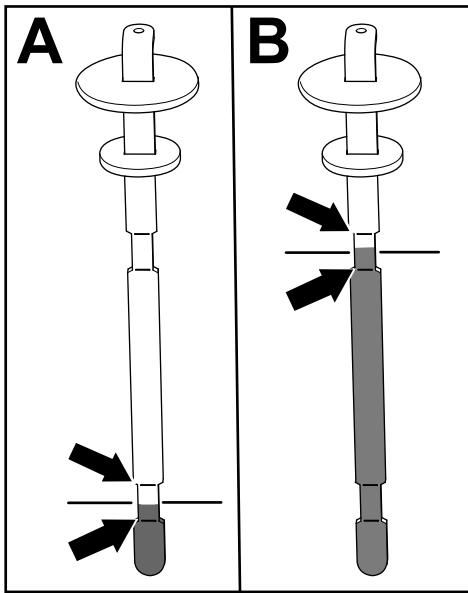

Figura 84
5. Retire la varilla y compruebe el nivel de fluido (Figura 84).
- **Si tiene una unidad de corte equipada:** el nivel de fluido hidráulico está en el nivel apropiado cuando el fluido aparece entre las dos marcas inferiores de la varilla (A en la Figura 84). También es aceptable que el nivel de fluido esté por encima de las marcas inferiores.
- **Si tiene instalado el kit de Mangueras para accesorios de accionamiento hidráulico:** el nivel de fluido hidráulico está en el nivel correcto cuando el fluido aparece entre las dos marcas superiores de la varilla (B en la Figura 84).